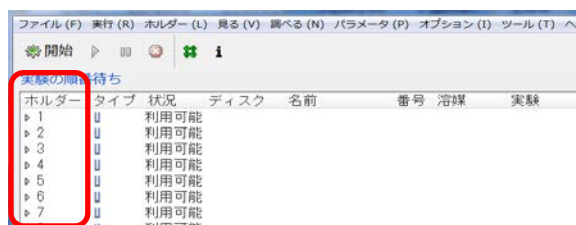

図 8. ホルダーの選択.
### ① NMR チューブをセットしたホルダーの番号をダブルクリックします。(図 8)